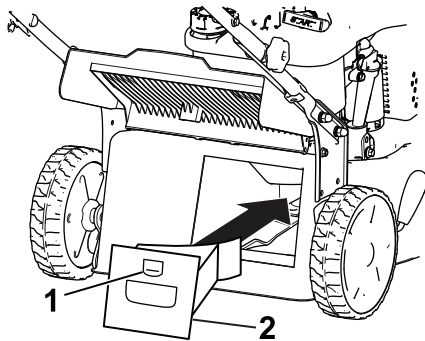

Figura 16
1. Levante e segure a porta traseira (Figura 16).
2. Instale o tampão de cobertura (mulch) na caixa e bloqueie o tampão na abertura da caixa (Figura 16).